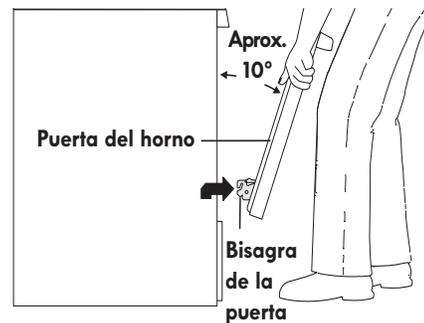

Figura 24: Cómo extraer la puerta
3. Sostenga firmemente ambos lados de la puerta del horno en sus costados (no use la manija de la puerta - Figura 24).
1. Sostenga firmemente ambos lados de la puerta del horno en sus costados (no use la manija de la puerta - Figura 24).